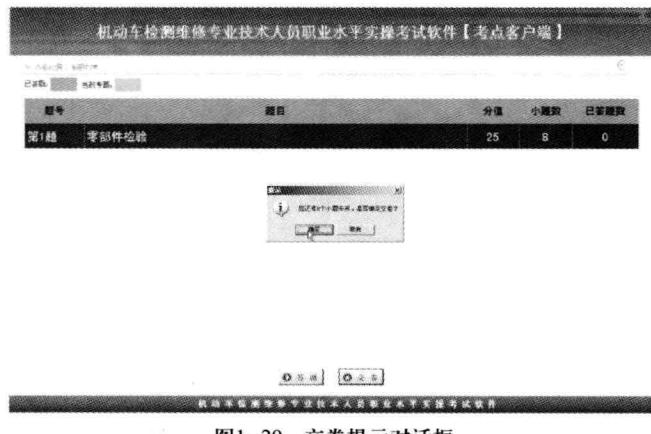

图1-20 交卷提示对话框
(7) 交卷。考生答题完毕后，点击“返回”按钮，会弹出交卷提示对话框，如图1-20所示。